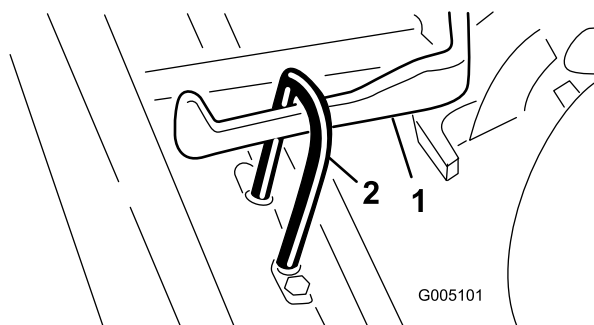

Bild 9
3. Schieben Sie das Mähwerk unter den Zugrahmen, während Sie den Hubhaken am Hubarm einhaken (Bild 9).